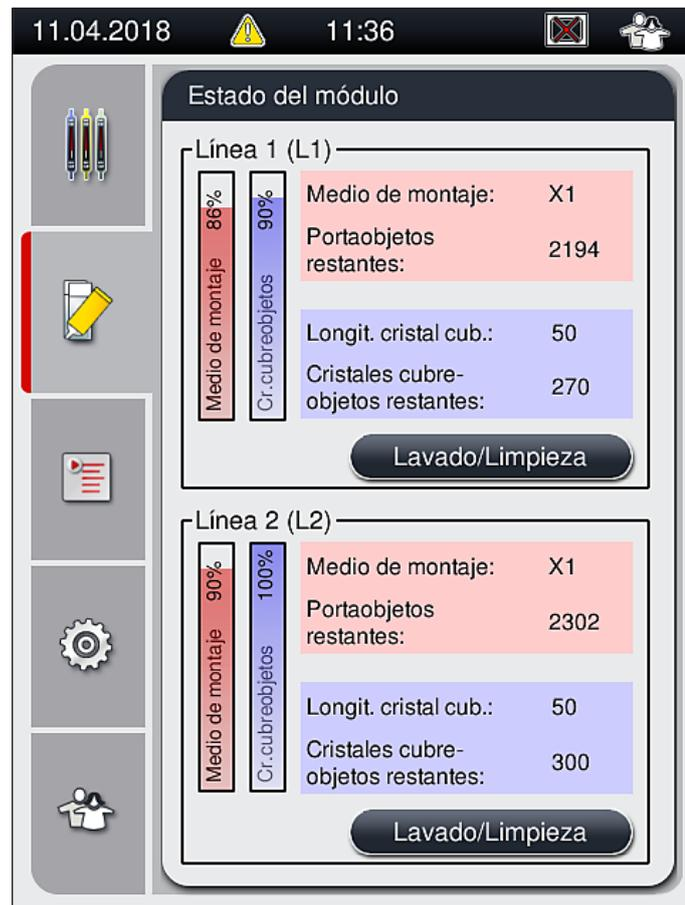

Fig. 53
10. El software del instrumento detecta las botellas de medio de montaje reinsertadas y se actualiza el **Estado del módulo** (→ Fig. 53).